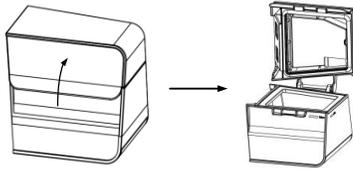

Fig. 18-1
(1) **Abrir la cámara de agua:** Abra la tapa de la cámara de agua, como se muestra en la Fig. 18-1.